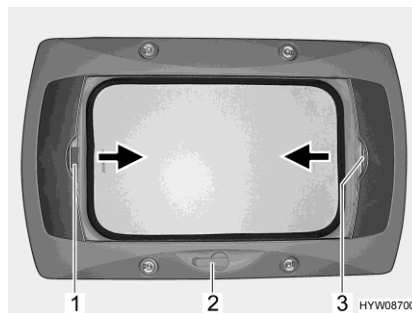

Bild 76 Kurbelhub-Dachhaube
- Die Handkurbel (Bild 76,2) drehen, bis Widerstand spürbar ist.
- Die Faltverdunklung am Griff (Bild 76,3) in Pfeilrichtung ziehen und an der gewünschten Position loslassen. Die Faltverdunklung bleibt in dieser Position stehen.
- Das Insektenschutzrollo am Griff (Bild 76,1) in Pfeilrichtung zum gegenüberliegenden Griff der faltverdunklung (Bild 76,3) ziehen und einrasten lassen.
- Den Griff des Insektenschutzrollos (Bild 76,1) hinten nach oben drücken und das Insektenschutzrollo an der faltverdunklung (Bild 76,3) aushängen.